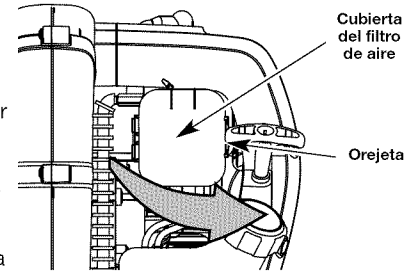

Fig. 17
8. Gire la tapa hacia la derecha hasta que la lengüeta que está en la placa posterior del filtro de aire caiga en su lugar en la ranura que está sobre la tapa del filtro de aire (Fig. 17).